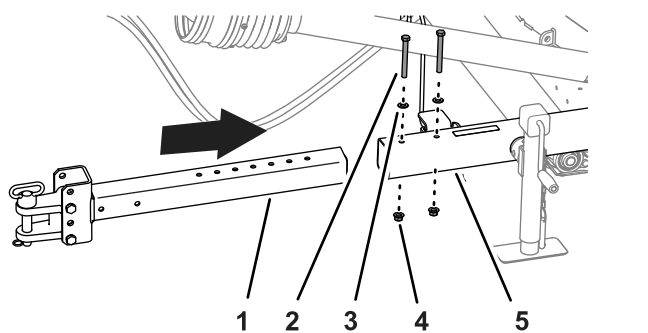

Figura 6
1. Retire las 2 contratuercas con arandela prensada, los 2 tornillos y las 2 arandelas que sujetan el tubo de enganche al tubo receptor (Figura 6).